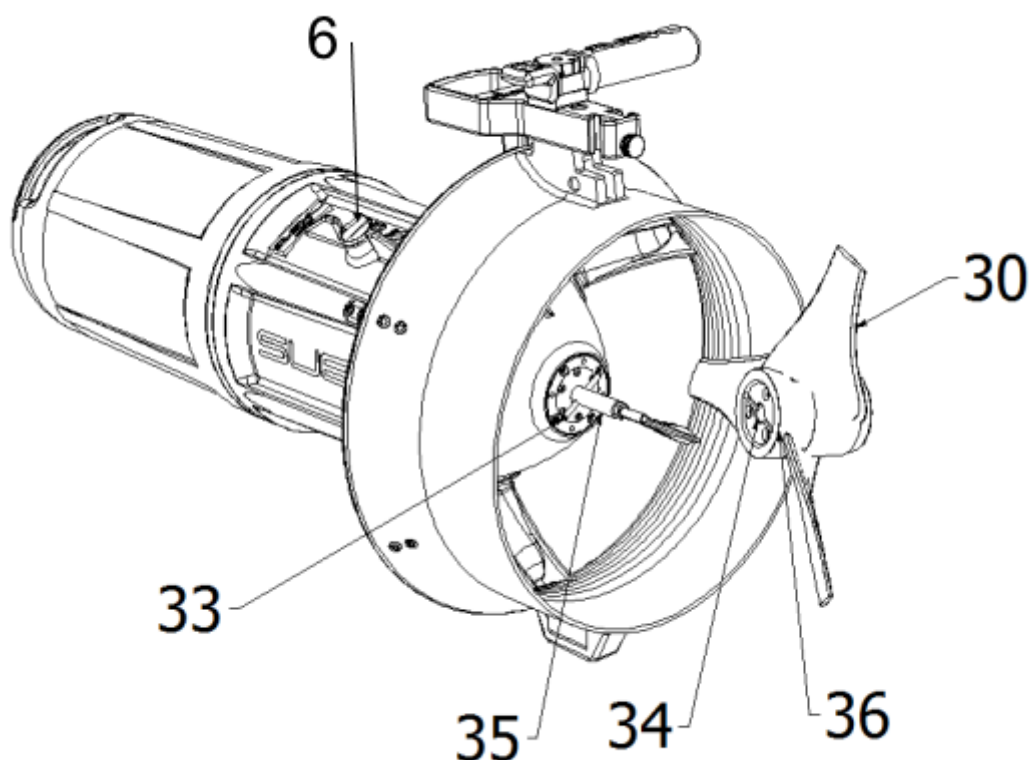

Fig.9 - Inserimento dell'elica
Infilare l'elica (il foro 36 - Fig.9) nell'albero motore dello Scooter (35), girare l'elica (in senso ORARIO) fino a quando la spina (33) si trova a combaciare con la sede (34) dell'elica. Quando si sentirà uno scatto l'elica smetterà di girare. Proseguire ruotando (in senso ORARIO) l'interruttore (6) con la sola forza delle dita, **SENZA FORZARE**.